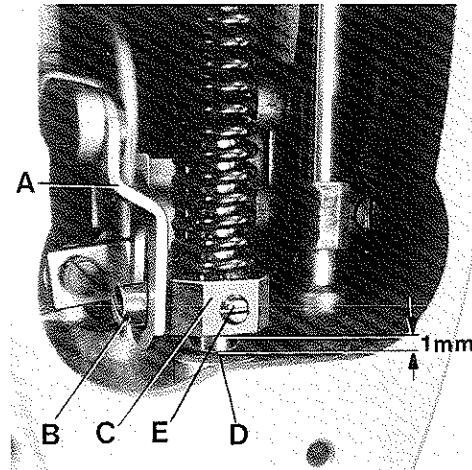
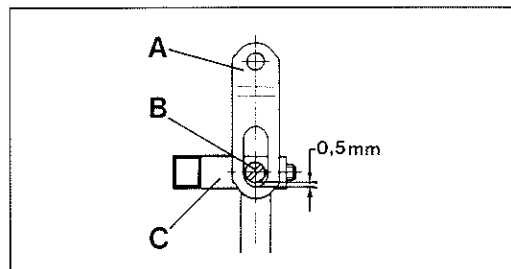

Fig.29
Fig.29A
With needle bar at bottom of stroke and presser foot resting squarely on throat plate, there should be a minimum clearance of 0,5 mm (.020 in.) between slot end of link (A, Fig. 29 and 29A) and shank screw (B) in presser bar connection and guide (C) when the foot lifter lever is released. At this time, there should also be at least 1 mm (.040 in.) clearance between bottom of presser bar connection and guide (C, Fig. 29) and top of presser bar bushing (D).
If adjustment is needed, proceed as follows: Loosen set screw (E, Fig. 29) in presser bar connection and guide (C). Then, while pressing the presser foot down firmly, pry up presser bar connection and guide (C) with a screwdriver to obtain the described setting dimensions and tighten set screw (E) securely.
Bei am unteren Hubende stehender Nadelstange und direkt auf der Stichplatte aufliegendem Druckerfuß, soll zwischen dem Schlitzende des Gelenks (A, Fig. 29 und 29A) und der Zapfenschraube (B) in der Druckerfußstangen-Verbindung und Führung (C) ein Mindestabstand von 0,5 mm sein (siehe Fig. 29A), wenn der Fußlifterhebel losgelassen ist. Gleichzeitig muß zwischen der Unterseite der Druckerfußstangen-Verbindung und Führung (C, Fig. 29) und der Oberseite der Druckerstangenbuchse (D) ein Abstand von mindestens 1 mm sein.
Lösen Sie den Gewindestift (E, Fig. 29) in der Druckerfußstangen-Verbindung und Führung (C). Dann hebeln Sie mit einem Schraubendreher, während Sie den Druckerfuß fest nach unten drücken, die Druckerfußstangen-Verbindung und Führung (C) nach oben, um die beschriebenen Einstellmaße zu erhalten und ziehen den Gewindestift (E) gut an.